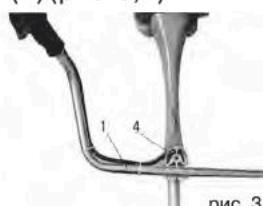

рис. 3
2. Установите рукоятку (1) на держатель (4), положите зажим (3) на рукоятку(1), отрегулируйте рукоятку в нужном Вам положении и затяните винты (2) (рис. 3,4).